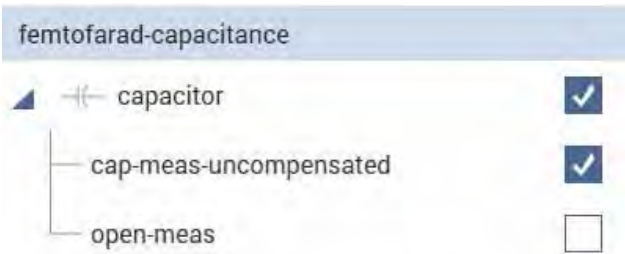

图 9. 在项目树中不选择 open-meas 测试
5. 重复测量。可以运行在项目重复某个测量。补偿读数将自动计算。但是，*open-meas* 测试不需要选择，如图 9 所示。如果数据出现意外移动，应定期重复获取的开路数据。这可能因为了温度的变化或电缆的运动。